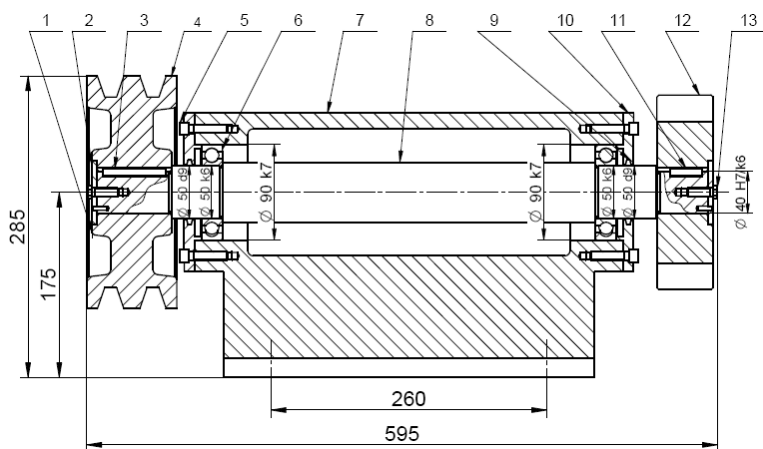

图 10.5.30 排列零件序号
(3) 单击 **项号** 选项卡，然后在项数列的文本框中依次从上到下输入 1-13，然后单击 **应用(A)** 按钮，此时零件序号排列如图 10.5.30 所示。